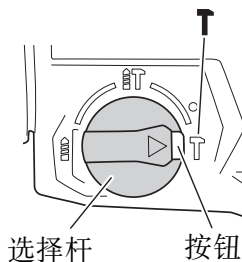

图 11
按压按钮，将选择杆转至“T”标记处，锤钻能以单纯锤钻模式工作。(图 11)
- (3) 将选择杆转至“T”标记处（图 11）。